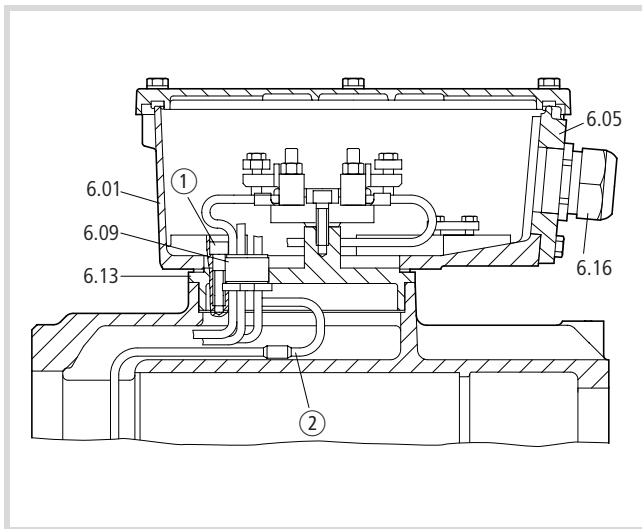

Figure 14 : Démontage de la boîte à bornes de la plaque de passage
- ① Raccordements
- ② Point de jonction
- ③ Vis de fixation
- Après extraction des quatre vis ③, séparez la boîte à bornes de la carcasse.
- ▶ Dévissez les vis de fixation ① (→ fig. 14).
Pour déconnecter le bobinage du stator sur les moteurs avec passages de conducteurs noyés, procédez comme suit (→ fig. 14) :